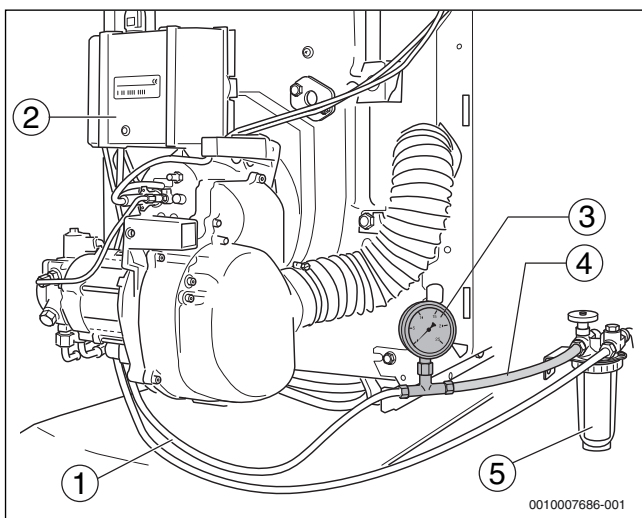

Fig. 19 Filtro de gasóleo, vacuómetro y manguera transparente
- ▶ Monte el vacuómetro (→ fig. 19, [3]) con la manguera transparente (→ fig. 19, [4]; accesorios), como se visualiza en la fig., entre filtro de gasóleo (→ fig. 19, [5]) y tubería de aspiración de gasóleo (→ fig. 19, [1]).
- ▶ Compruebe que el gasóleo aspirado a través de la manguera transparente (→ fig. 19, [4]) no presente burbujas.
- ▶ Cierre la llave de paso de gasóleo situada en el filtro (→ fig. 19, [5]) y desmonte la manguera transparente (→ fig. 19, [4]) con el vacíometro (→ fig. 19, [3]).
- ▶ Conecte la tubería de aspiración de gasóleo (→ fig. 19, [1]) en la conexión del filtro de gasóleo.